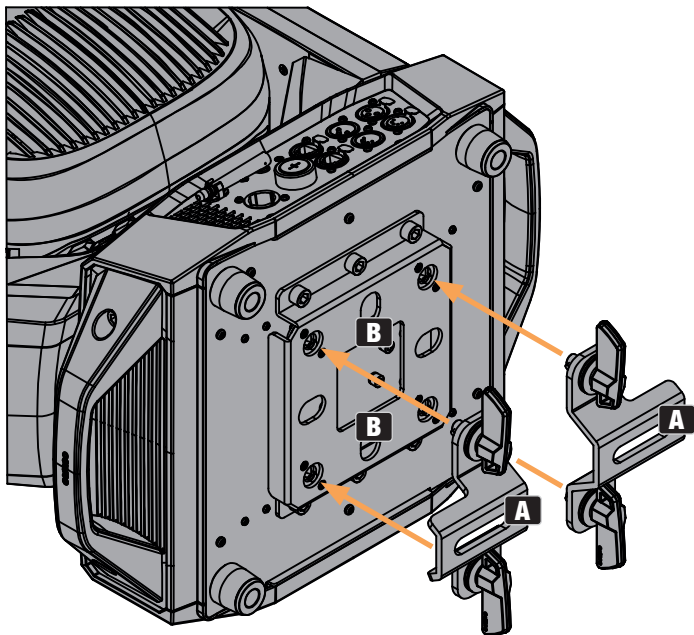

Figura 1
Gracias a los pies de goma integrados, el foco puede colocarse en un lugar adecuado sobre una superficie nivelada. El montaje en truss se realiza fijando dos soportes de montaje en omega a la base del equipo (figura 1-A). Si es necesario, los dos soportes en omega también pueden montarse en la base del equipo girados 90° (figura 2-A). Se suministran dos soporte en omega. Las abrazaderas para truss se pueden pedir por separado. Asegúrese de que las conexiones sean firmes y fije el foco a la argolla (B) con un cable de seguridad adecuado.